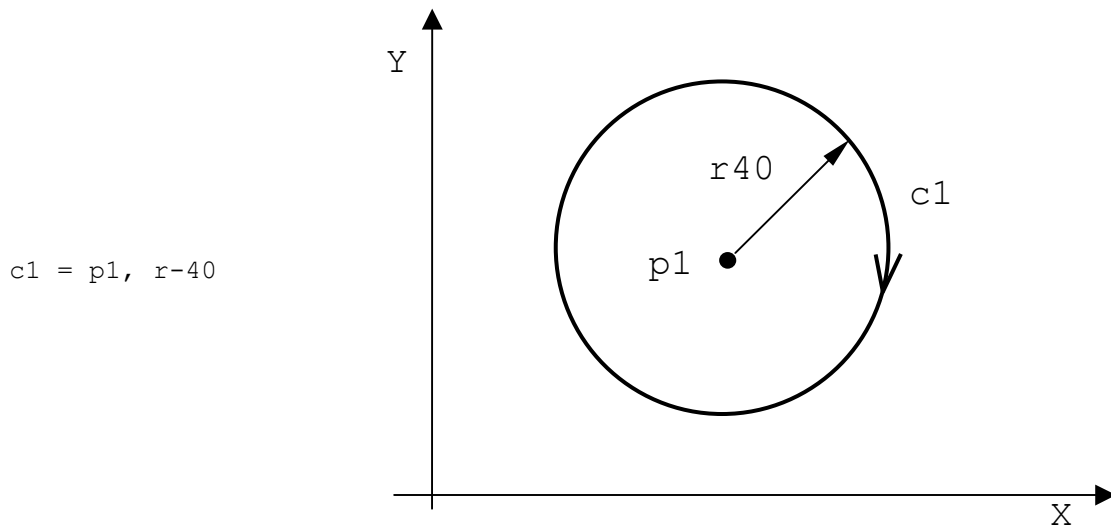

Рисунок 2.96
- окружность с данным радиусом и с центром в точке (рисунок 2.96):